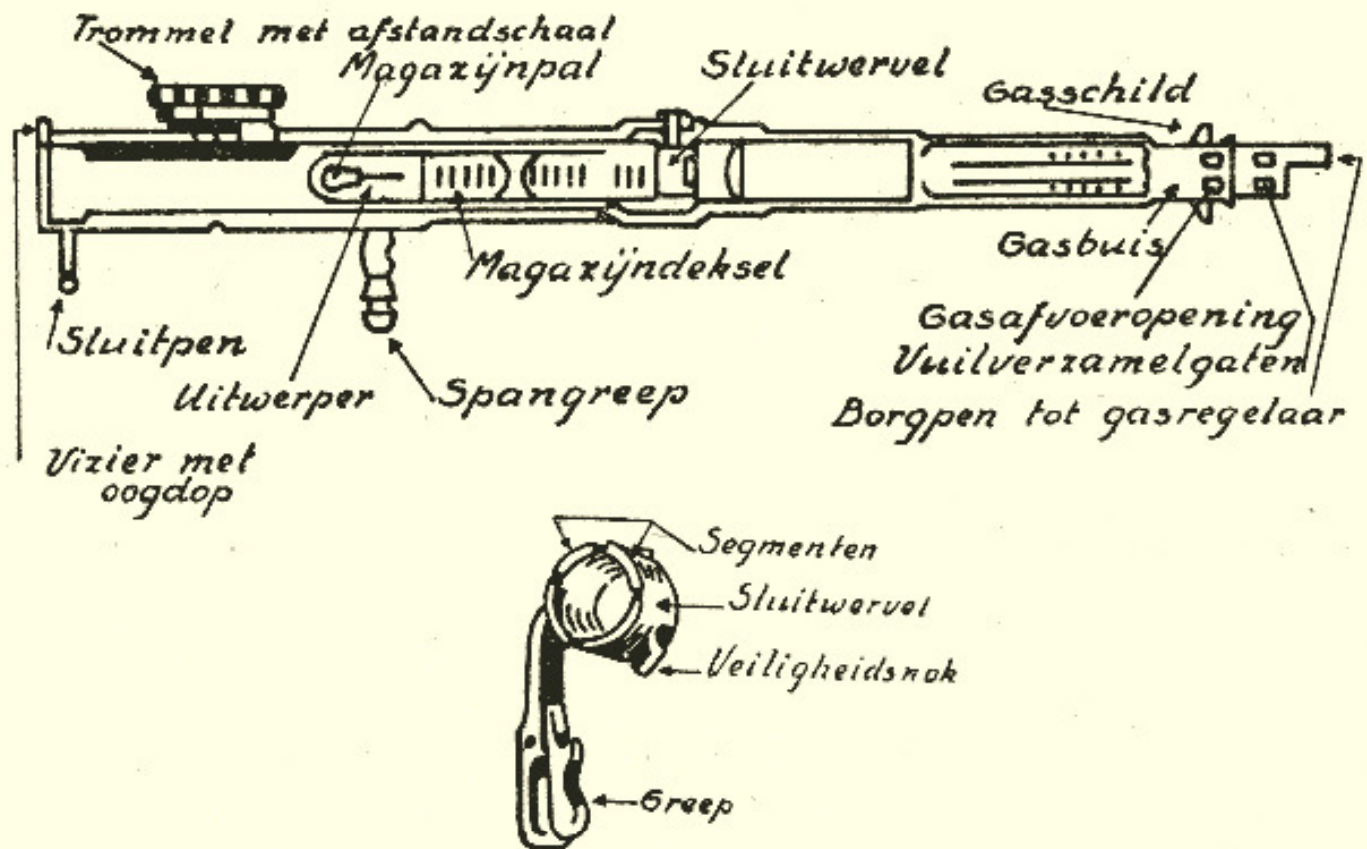

fig. 5.
19. Het staartstuk (fig. 5).
23. Veiligheidsinrichting op den sluitwervel (fig. 5).